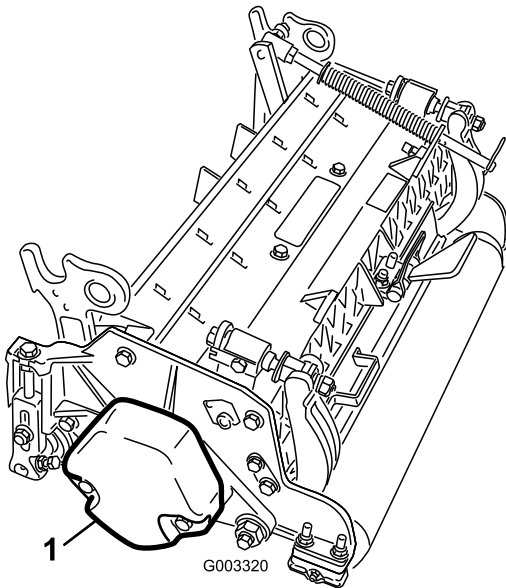

図 6
1. 2番と 4番のカuttingユニットでは、カウンタ・ウェイトをカuttingユニットの左側に固定しているキャップスクリュー（2本）を取る。カウンタ・ウェイトを取り外す（図 6）。